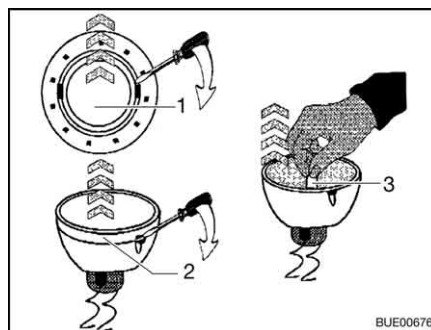

Bild 295 Byt halogenglödlampen
- Lossa den inre täckringen (Bild 295, 1) från kåpan med hjälp av en skruvmejsel.
- Lossa täckringen med glasskivan (Bild 295, 2) från den infällda halogenlampans undre del; använd en skruvmejsel.
- Tag ut halogenglödlampen (Bild 295, 3).